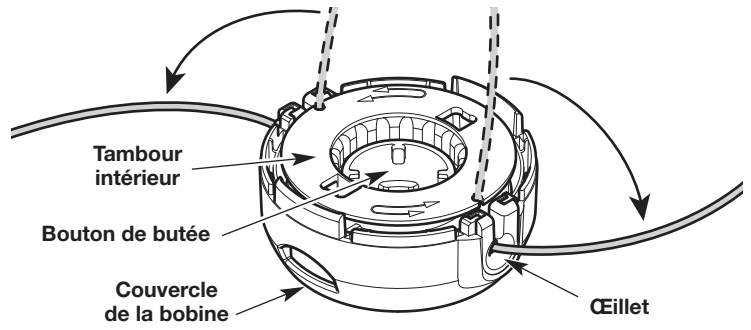

Fig. 23
1. Insérez la bobine interne dans le couvercle de la bobine (Fig. 23).
2. Insérez le bouton-poussoir dans la bobine interne (Fig. 23).
4. Tournez la bobine interne pour aligner les extrémités des fils avec les œillets sur le couvercle de la bobine (Fig. 23). Poussez les extrémités du fil hors des fentes de retenue et dans les œillets (Fig. 23). Maintenez l'extrémité du fil en place pour éviter que ce dernier ne se déroule.